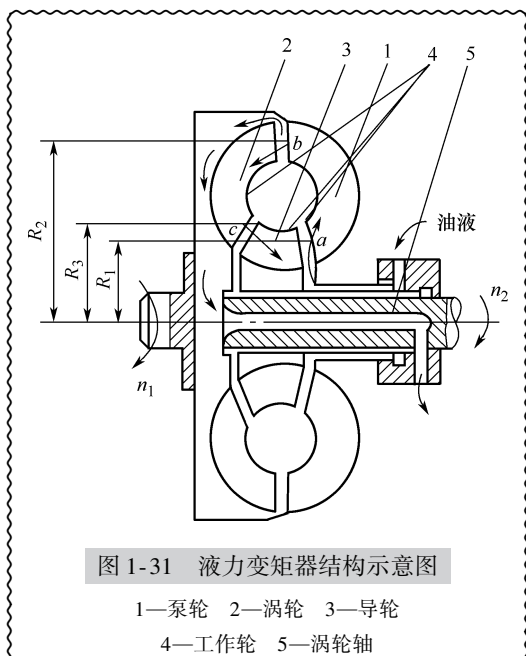

图 1-31 液力变矩器结构示意图
(1) 功用 液力变矩器是用来传递转矩的,而且能在泵轮转矩不变的情况下,随涡轮的转速不同,自动改变涡轮输出的转矩数值。
(2) 组成 变矩器主要由泵轮、涡轮和导轮组成,如图 1-31 所示。泵轮与发动机飞轮连接在一起,由发动机带动;涡轮通过轮毂与涡轮轴相连;导轮与机座连接。